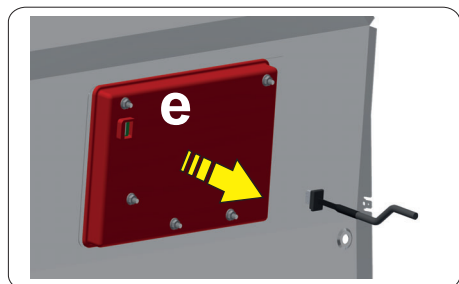

Fig. 12
- Desconecte el cable de la pantalla (posición **e** - véase **Fig. 12**).